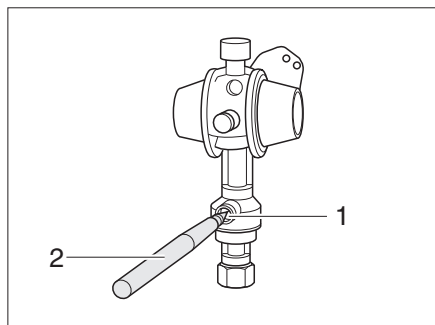

Fig. 82 Crash-Sensor
- Presionar con un pasador (Fig. 82,2) el botón de desbloqueo (Fig. 82,1) varios segundos.